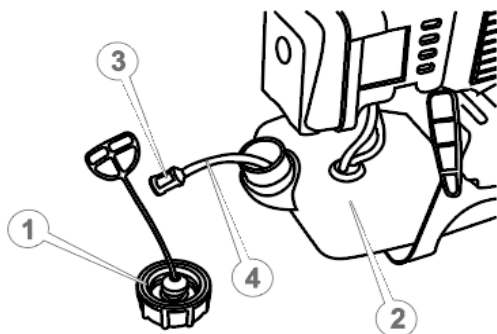

Рисунок 19. Схема обслуговування паливного фільтра
1. Відкрити кришку (1, рис. 19) заливної горловини паливного бачка (2, рис. 19) та обережно вийняти кришку з бачка.
2. Використовуючи дротяну петлю, обережно витягнути паливний фільтр (3, рис. 19).
3. Від'єднати паливний фільтр від паливопроводу (4, рис. 19).